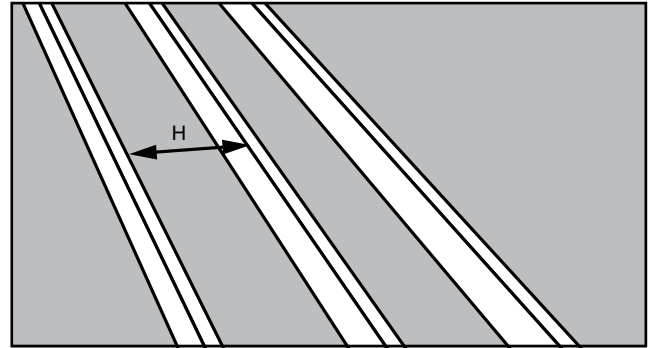

FIGURA 11
- PASO 1.** Mida la longitud “H” de travesaño entre las vigas (Vea la Figura 11).